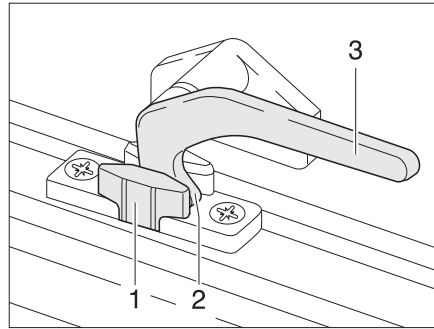

Fig. 73 Levier de verrouillage en position "Aération permanente"
- En position "Aération permanente" (Fig. 73)
- Tourner le levier de verrouillage d'un quart de tour vers le cadre de la fenêtre. Le tenon de verrouillage (Fig. 73,2) doit pénétrer alors dans le logement prévu à cet effet dans le verrouillage de fenêtre (Fig. 73,1).